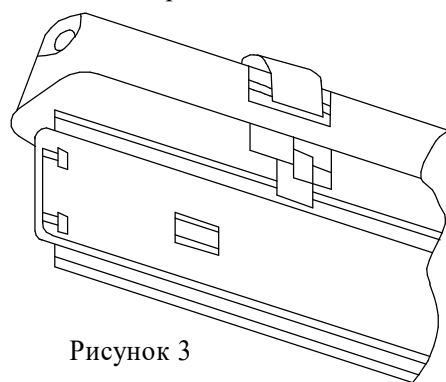

Рисунок 3
6.6 Подвесить панель поз.2 на крючки фиксаторов внутри корпуса через боковые отверстия (3,5х10) в панели (см. рис. 3, Приложение А).